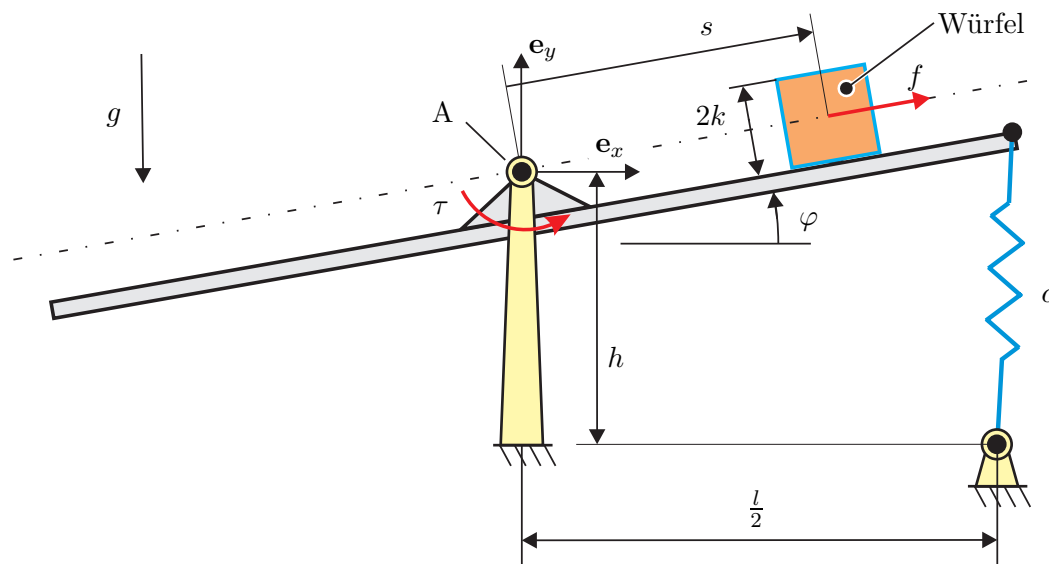

Abbildung 4.1.: Drehbar gelagerter Balken mit gleitendem Würfel.
**Aufgabe 4.1 (Balken).** In Abb. 4.1 ist ein drehbar gelagerter Balken (Trägheitsmoment  $I_{B,zz}^{(A)}$  um den Drehpunkt A, Länge  $l$ , Masse vernachlässigbar) abgebildet auf den das Moment  $\tau$  wirkt. Im betrachteten ebenen Beispiel gleitet ein Würfel mit der Kantenlänge  $2k$ , dem Massenträgheitsmoment  $I_{W,zz}^{(S)}$  um den Schwerpunkt S des Würfels und der Masse  $m_W$  reibungsfrei auf diesem Balken. Weiters greift eine parallel zum Balken wirkende externe Störkraft  $f$  am Schwerpunkt des Würfels an. Am rechten Ende des Balkens ist eine lineare Feder mit der Federkonstante  $c$  und der entspannten Federlänge  $l_0$  angebracht.